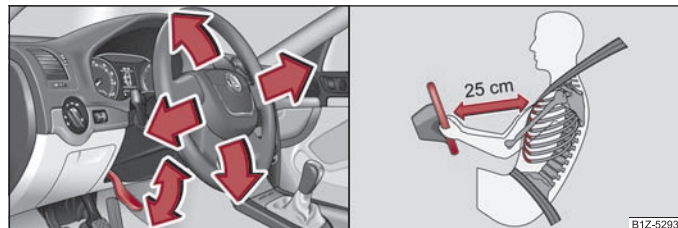

Fig. 3 Volan reglabil: Maneta de la coloana volanului/distanța corectă dintre șofer și volan
- Îndreptați maneta de sub volan, în jos ⇒ fig. 3 - stânga.
- Reglați astfel scaunul șoferului astfel încât distanța dintre volan și torace să fie de cel puțin 25 cm ⇒ fig. 3 - dreapta. Dacă nu se respectă această distanță, sistemul airbag nu își poate exercita eficiența maximă. Pericol!